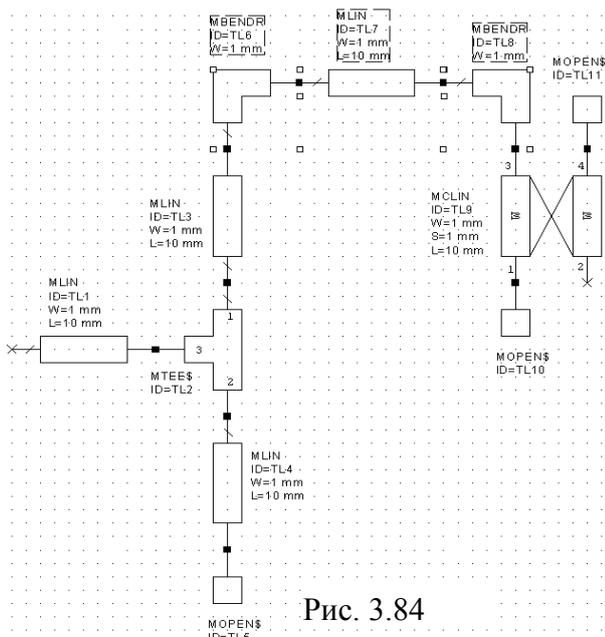

Рис. 3.84
10. Щёлкните по подгруппе **Coupled Lines**, перетащите элемент **MCLIN** в окно схемы, щёлкните правой кнопкой мышки и подключите его к последнему элементу **MBENDR (ID=TL8)**. Скопируйте элемент **MOPENS\$** и подключите его к плечам 1 и 4 элемента **MCLIN** (рис. 3.84).
11. Нажмите клавишу **Shift** и, щёлкая мышкой по элементам, выделите элементы **MBENDR (ID=TL6)**, **MLIN (ID=TL7)** и **MBENDR (ID=TL8)** (рис. 3.84). Скопируйте эти элементы, щёлкните два раза правой кнопкой мышки и подключите их к плечу 2 элемента **MCLIN**.